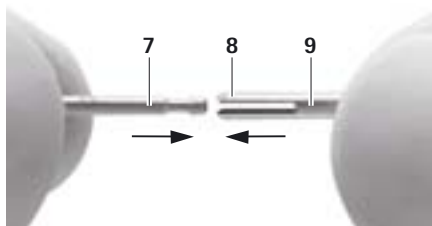

Fig. 5
- Montar el vástago 5, ver Fig. 5: